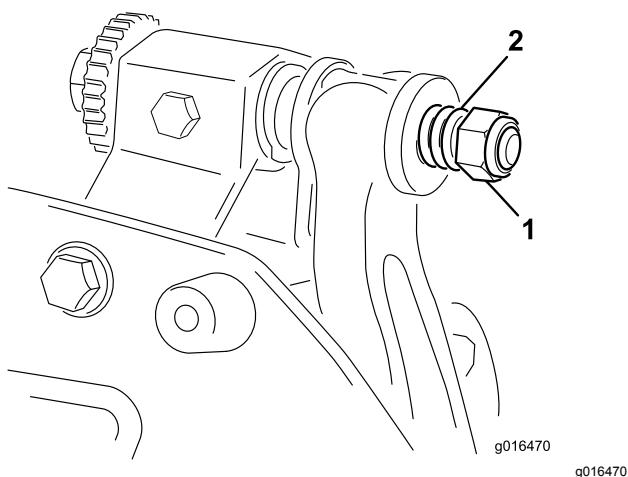

图16
6. 旋紧弹簧加压螺母直到弹簧完全压紧然后往回松开 $1/2$ 圈图16。